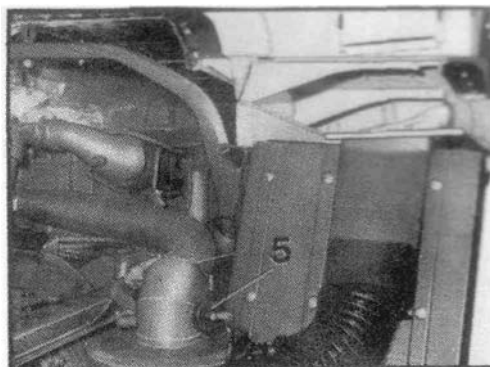

Рис.73
**Проверка сигнальных ламп работы фильтра (рис. 73).**